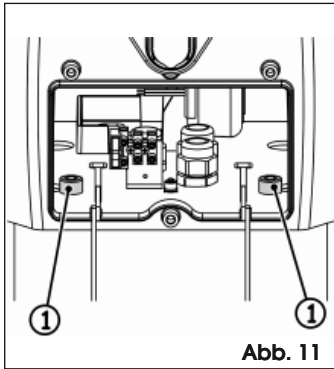

Abb. 11
9. Das mittlere Fach erneut öffnen und die beiden Schrauben anschrauben, Abb. 11 Bez. ①.